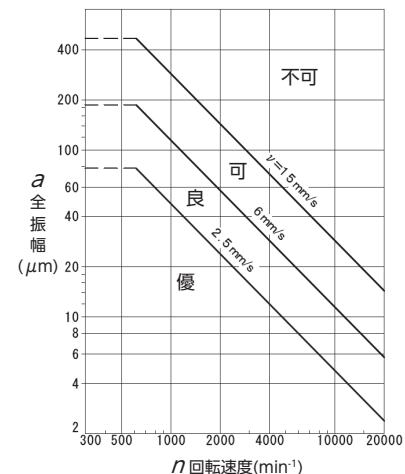

図3-6 振動の許容値
- 引き続き適正なグリース給油を行い、点検を実施してください。(図3-6参照)